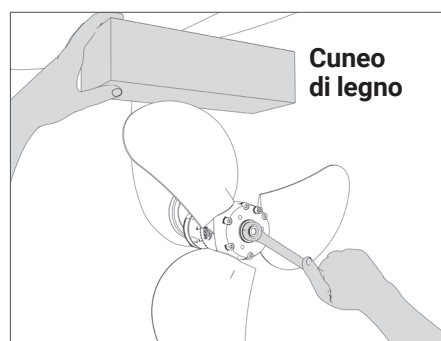

FIG. 3 Bloccaggio rotazione
- Per evitare di curvare le pale dell'elica in fase di avvitamento, usare la precauzione di ruotare le pale in posizione di spinta (non in bandiera), e bloccare la rotazione con un cuneo di legno tra la pala e la carena. (**Fig. 3**).